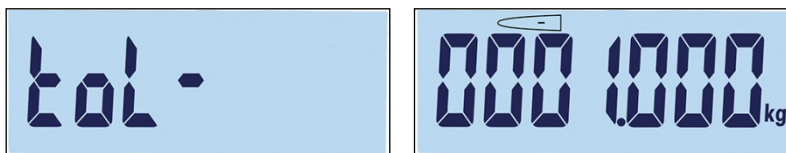

Figura 3-48 Telas de Etiqueta de Tolerância Negativa e Definição
- Em seguida, a tela de tolerância negativa (Tol -) é exibida, seguida pela tela de edição de tolerância negativa (Figura 3-48).